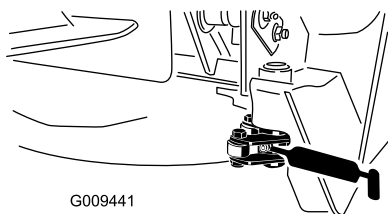

Figure 40
- 2 pivots de verrouillage (Figure 40)